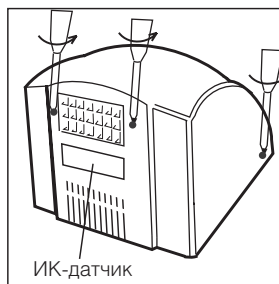

Рисунок 3
2. При помощи отвертки вывинтите винты из нижней и боковых панелей сушилки и снимите крышку (рис. 3).